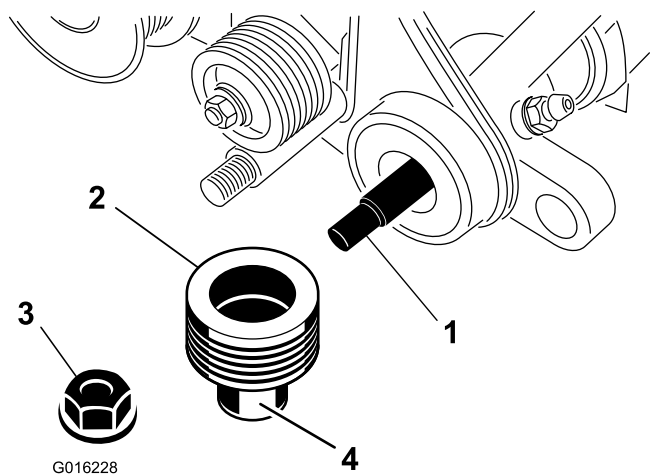

图9
- 向驱动皮带轮的密封表面涂抹润滑脂如 图9 所示。
- 将皮带轮滑到疏草刀轴上 图9。
- 用凸缘锁紧螺母将皮带轮固定到轴上然后上紧扭矩至 2328N·m 图9。
- 向左侧支撑板内的密封件和疏草刀轴的末端涂抹润滑脂 图9。